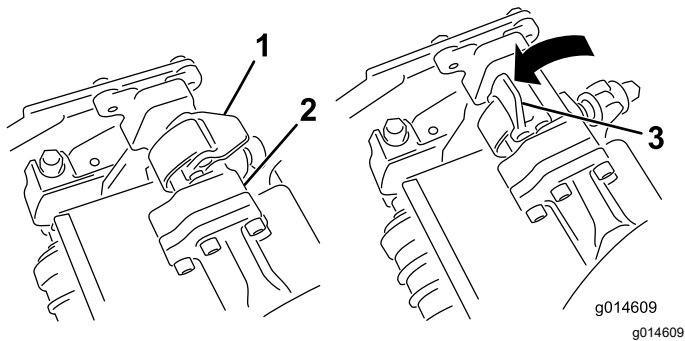
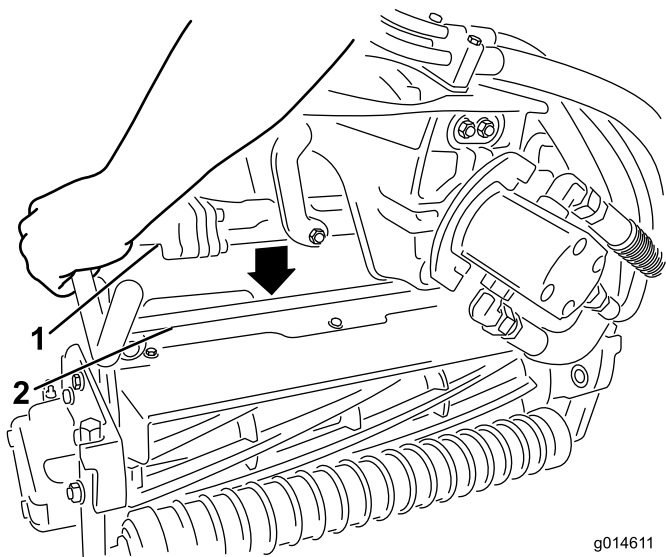

図 54
図 55
3. サスペンションアームのバーについているラッチを上向き開いた状態にして 図 54、サスペンションアームを押し下げて、バーを、カッティングユニットのバーの上に被せるようにする 図 55。
4. ラッチを下げて閉じるとカuttingユニットのバーがロックされてユニットがアームにセットされる 図 54。
4. 取り外したいCuttingユニットのサスペンションアームのバーについているラッチを開く(図 54)。